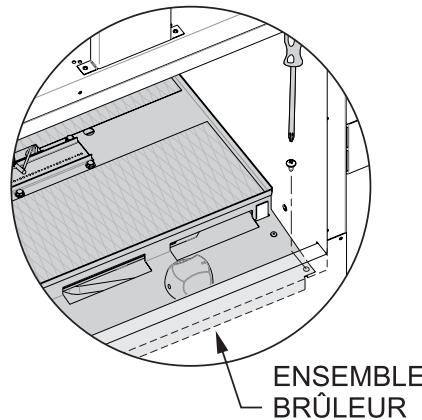

Figure 18
9. Retirer les deux vis des coins avant du panneau de contrôle avec un tournevis cruciforme. **Voir figure 18.**